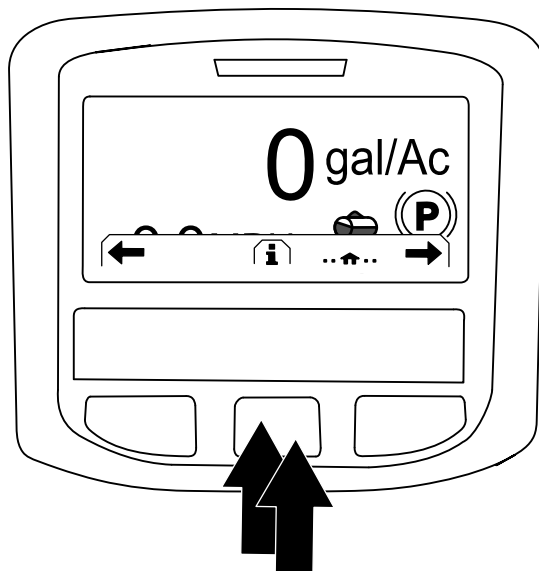

Figura 257
2. En la pantalla de Inicio, pulse el botón central del InfoCenter para acceder a la pantalla de navegación (Figura 257).